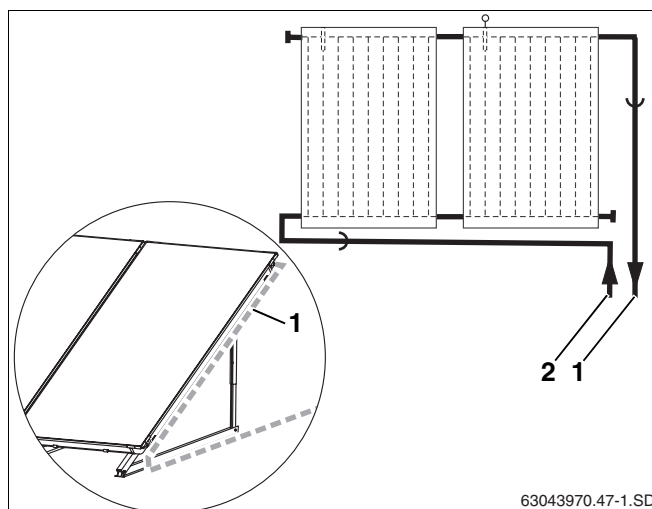

Fig. 54 Conexión de los tubos colectores al campo de colectores
- ▶ La tubería de impulsión del lugar de instalación (fig. 54, **pos. 1**) deberá discurrir a lo largo del colector y no hacia abajo en vertical.